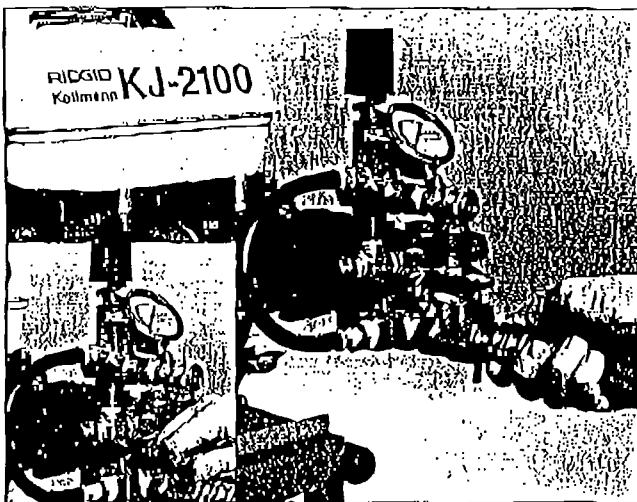

図 1
- 4、給水ホースをジェット・インレットにつなげて、インレット・バルブを閉めて下さい。その後、水栓を解栓して下さい。(図1)